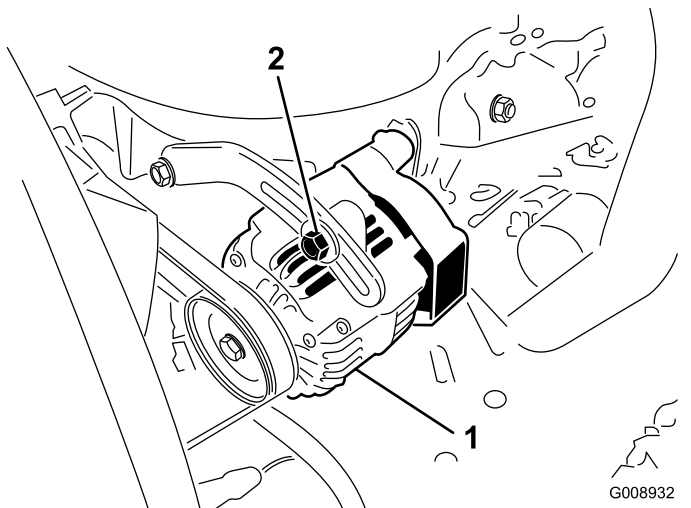

Bild 73
Prüfen Sie den Zustand und die Spannung der Treibriemen (Bild 73) alle 100 Betriebsstunden.
2. Lockern Sie bei einer Durchbiegung von mehr oder weniger als 10 mm die Befestigungsschrauben der Lichtmaschine (Bild 73). Erhöhen oder reduzieren Sie die Spannung des Lichtmaschinen-Treibriemens und ziehen Sie die Schrauben wieder fest. Prüfen Sie die Riemenspannung noch einmal auf korrekte Einstellung.